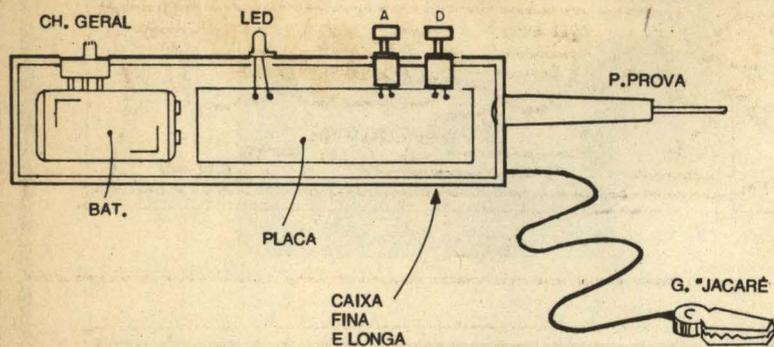

Fig.5
- FIG. 5 - ACOMODANDO AS "COISAS" NA CAIXA DO MIARD... - Usando-se o **container** longo e estreito, recomendado na LISTA DE PEÇAS, item OPCIONAIS/DIVERSOS, as "coisas" devem ser "enfiadas lá dentro" conforme sugere o diagrama, de modo a proporcionar uma boa acomodação, alta compactação e bom "equilíbrio" de peso na peça final... Convém "calçar" os eventuais espaços "sobrantes", dentro da caixinha, com pedaços de isopor ou espuma de **nylon**, de modo que nada fique "jogando" no